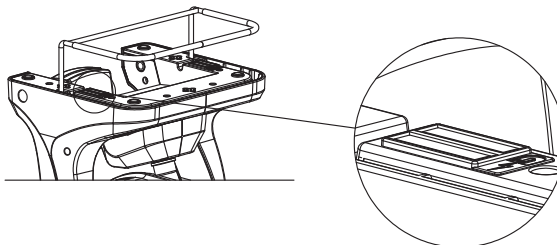

Abb. 3
3. Verwenden Sie die Magnete, um den Lüfter an einer mindestens 3 mm (1/8 Zoll) dicken Metalloberfläche zu befestigen. (siehe Abb. 3)
4. Ziehen Sie die Federklammer an der Unterseite des Lüfters, um ihn an einer Oberfläche mit einer Dicke von nicht mehr als 5 cm (2 Zoll) zu befestigen. (siehe Abb. 3)